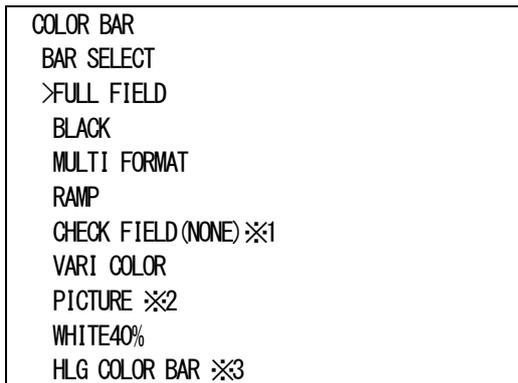

図4-5 オンスクリーンメニュー(BAR SELECT例)
- 1) COLOR BARメニューで「BAR SELECT[BAR]」を選択し、**ENTER**ボタンを押すと図4-5のような設定メニューが表示されます。